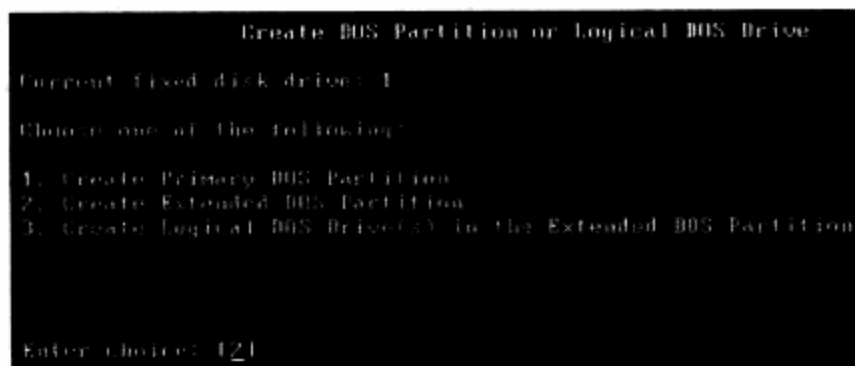

图4-26 创建扩展分区的界面
**步骤 12** 这一步要输入数字2创建扩展分区，如图4-26所示。